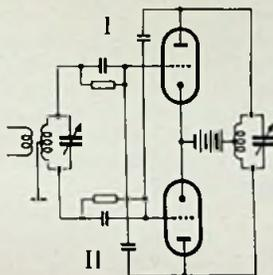

Bild 9. Neutralisation von c_{ga} bei einer Gegentakt-Schaltung
In Gegentaktschaltungen ist eine solche Neutralisierung relativ einfach durchzuführen. Man entnimmt, wie Bild 9 zeigt, die notwendige Neutralisierungsspannung für das Gitter (II) der Anode (I) und umgekehrt.